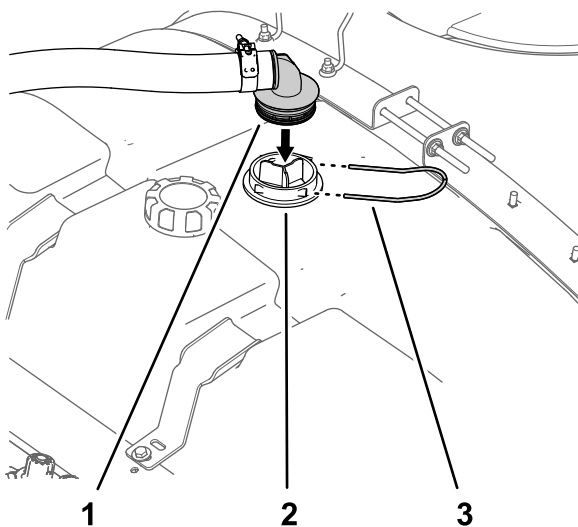

Figura 2
1. En la parte superior del depósito de fumigación, retire la horquilla de retención que sujeta el acoplamiento dentado de 90° de la manguera de aspiración al alojamiento del filtro de aspiración y separe el acoplamiento dentado del alojamiento (Figura 2).
2. Retire el acoplamiento de 90° del alojamiento del filtro de aspiración (Figura 2).